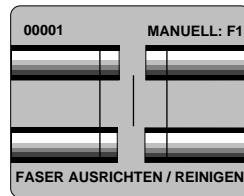

Abbildung 35
5.9 Betätigen Sie die Vergrößerungstaste, um zur stärkeren Vergrößerung zu wechseln. Diese Ansicht zeigt die X-Achse und die Y-Achse der Faser (siehe Abb. 35).